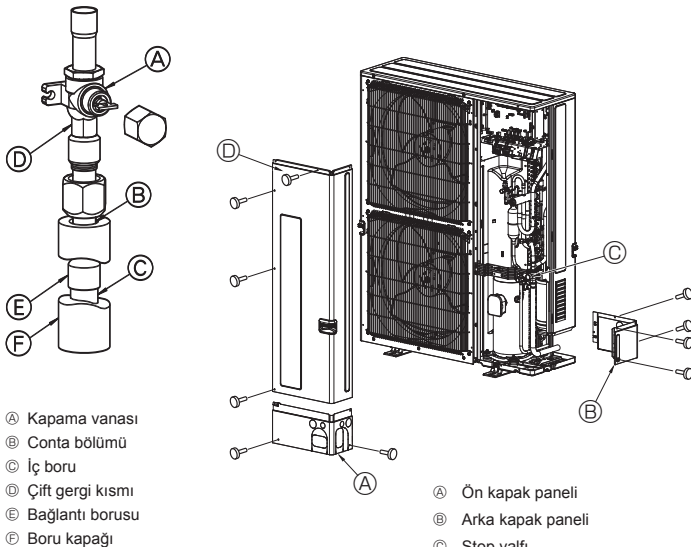

Fig. 4-3
- ③ Gaz boruları bağlantısı için aşağıdaki yöntemi kullanınız. (Fig. 4-3)
- 1 Birlikte verilen Bağlantı borusunu (E), yakınızdaki bir yerden satın alabileceğiniz lehim malzemelerini ve oksijen içermeyen iç boruyu (C) kullanarak dış üniteye lehimleyin.
- 2 Bağlantı borusunu (E) gaz tarafındaki Kapama vanasına takın. Geçme somunları, iki somun anahtar kullanarak sıkınız. * Ters sıra uygulanırsa soğutma sıvısı sızar çünkü lehim ateşi parçada hasara neden olur.